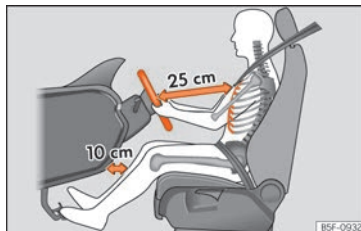

Fig. 3 La separazione corretta tra il conducente e il volante deve essere di 25 cm come minimo (10 pollici).
- Regolare il volante in modo che si trovi a una distanza di almeno 25 cm (10 pollici) dallo sterzo » fig. 3 e sia possibile tenerlo con entrambe le mani sui lati, all'esterno, con le braccia leggermente flesse.
in modo tale che la distanza tra l'area del ginocchio e il cruscotto sia di almeno 10 cm (4 pollici) » fig. 3.